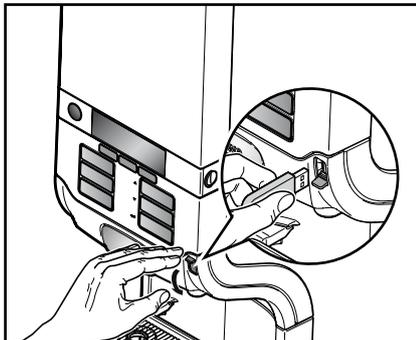

Fig. 51
- Insira a chave USB fornecida na conexão USB da máquina. (Fig. 51)